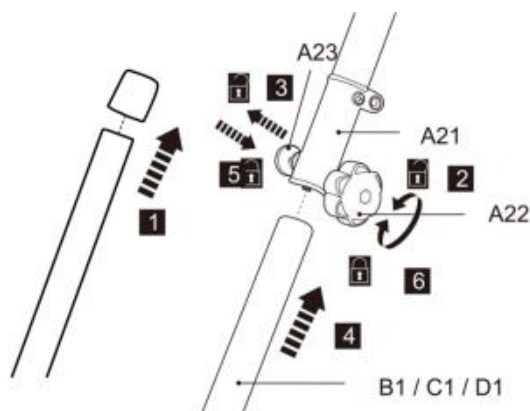

Fig. 3
32. Zdejmij założoną nasadkę ochronną z dolnego słupka (B1/C1/D1) (rys. 3 , krok 1).
33. Poluzuj pokrętło blokujące (A 22) , ale nie wyjmuj całkowicie e (rys. 3 , krok 2).
34. Wyrównaj i włóż dolny drążek (B 1/C 1/D 1) do tulei blokującej (A 21), ciągnąc jednocześnie sprężynę śrubą (A 23) (rys. 3 , krok 3 i 4) .
6. Dokręć pokrętło blokujące (A 22), aby zabezpieczyć połączenie (rys. 3 , krok 6).